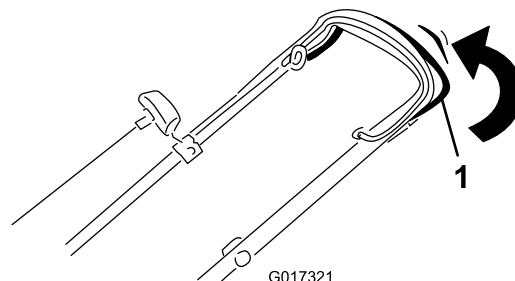

Figure 19
- **Pour engager l'autopropulsion :** Serrez et maintenez la barre de commande d'autopropulsion contre le guidon (Figure 19).